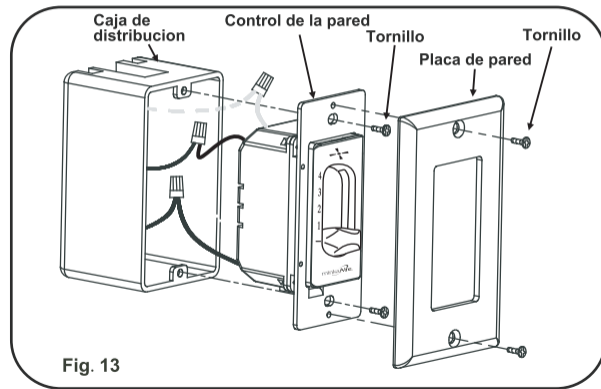

Fig. 13
1. (Fig. 13) Inserta cuidadosamente las conexiones de los cables dentro de la caja de distribución. Fije el control de pared con los dos tornillos suministrados.